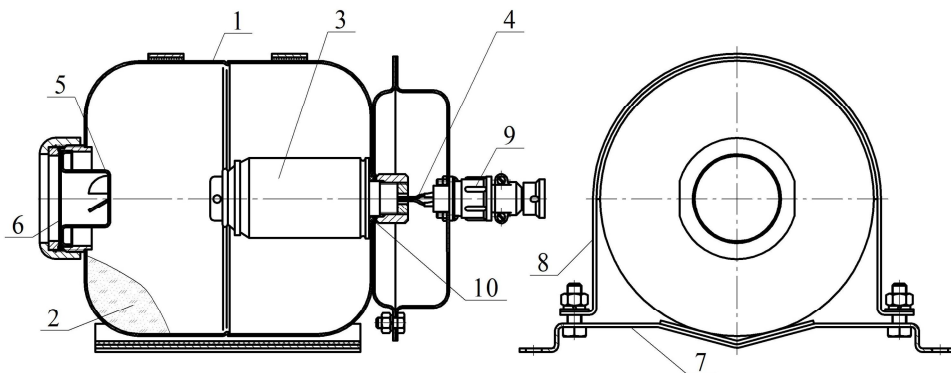

Рисунок 1
4.1.1 МПП (см. рисунок 1) состоит из корпуса 1, в котором размещаются огнетушащий порошок (ОП) 2 и источник холодного газа (ИХГ) 3 с элементом электропусковым 4. В передней части корпуса находится насадок-распылитель 5, выходное отверстие которого перекрыто мембраной 6. МПП снабжён кронштейном 7, к которому при помощи хомутов 8 поджат МПП. Элемент электропусковой 4 ИХГ 3 соединен с электрическим разъемом 9, через который осуществляется электрическая связь с пусковой цепью.
6.2 Закрепить кронштейн 7 (см. рисунок 1) на потолке, стене или иной несущей плоскости, расположенной под любым углом относительно поверхности пола. Координаты отверстий в кронштейне, предназначенном для крепления МПП, приведены на рисунке 2.
6.7 Проверить электрическое сопротивление элемента электропускового безопасным током согласно требований п. 9 таблицы 1. Подсоединить через разъем 9 (см. рисунок 1) кабель цепи запуска с элементом
- ИХГ-3(М)-06 СИАВ 066614.025.000 ТУ (поз. 3 рисунок 1) – 1 шт.;
- резиновое кольцо 020-026-36 ГОСТ 9833-73 (поз. 10 рисунок 1) – 1 шт.;
- огнетушащий порошок ИСТО-1 ТУ 2149-001-54572789-00 (поз. 2 рисунок 1) – 2,6 кг;
- мембрана черт. СИАВ 634233.006.003 (поз. 6 рисунок 1) – 1 шт.